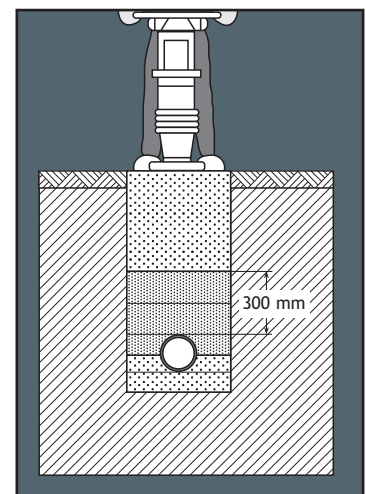

Abb. 10
f) Die Verfüllung kann beendet werden, indem schichtweise verdichtet wird, und zwar je nach Beschaffenheit der endgültigen Erdoberfläche (Abb. 10).